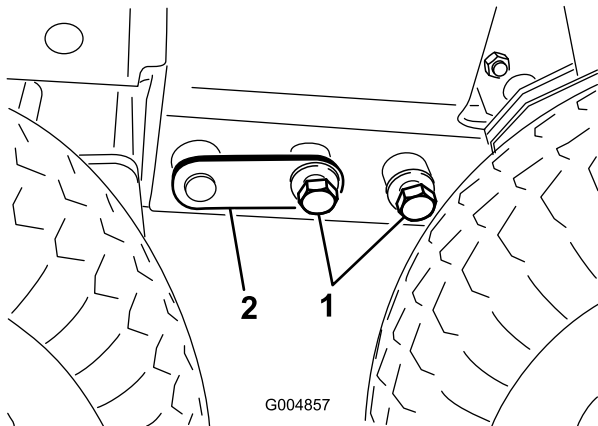

Figura 50
14. Ajuste el gato de suelo según sea necesario para instalar los pernos ($\frac{3}{4}$ " en cada lado (Figura 50).